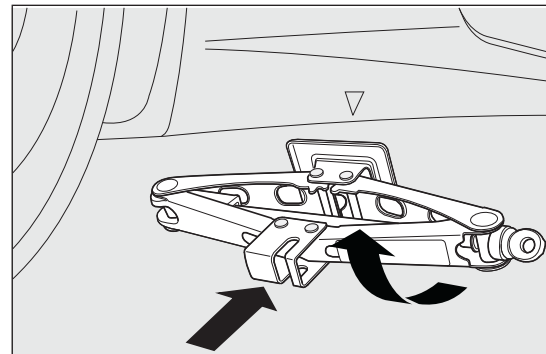

РИС. 115
- если автомобиль оборудован мини-порогами, чтобы обеспечить проход домкрата под автомобилем, необходимо наклонить его (как показано на рис. РИС. 115);